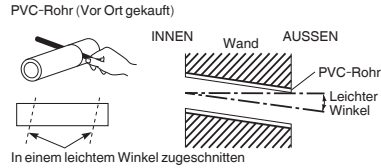

Abb. 3-28
- (9) Die Dicke der Wand von innen nach außen messen, und PVC-Rohr leicht angeschrägt auf die Wanddicke zuschneiden. Das PVC-Rohr in die Wand einsetzen. (Abb. 3-28)